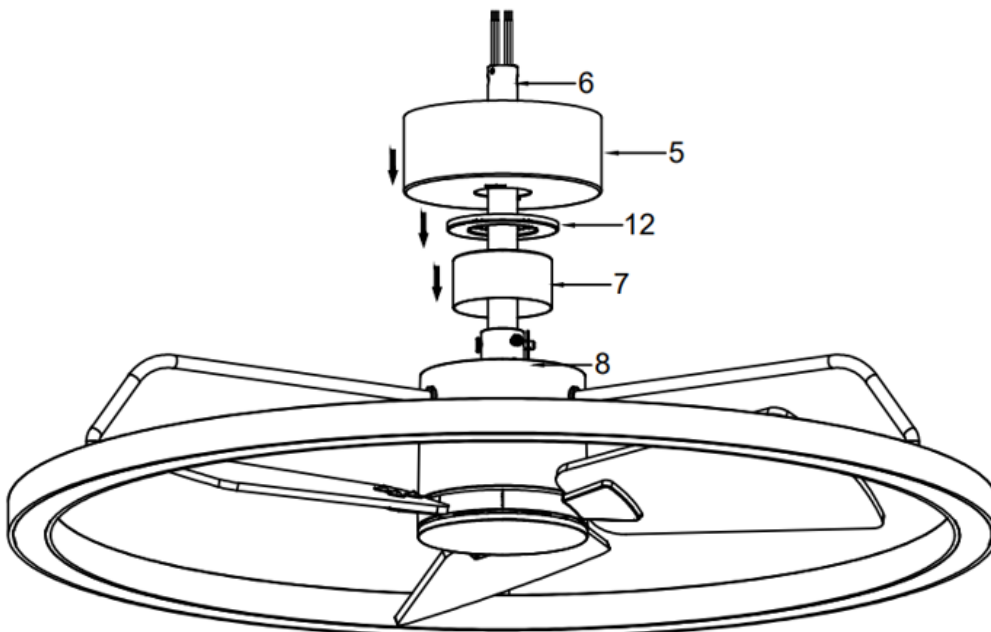
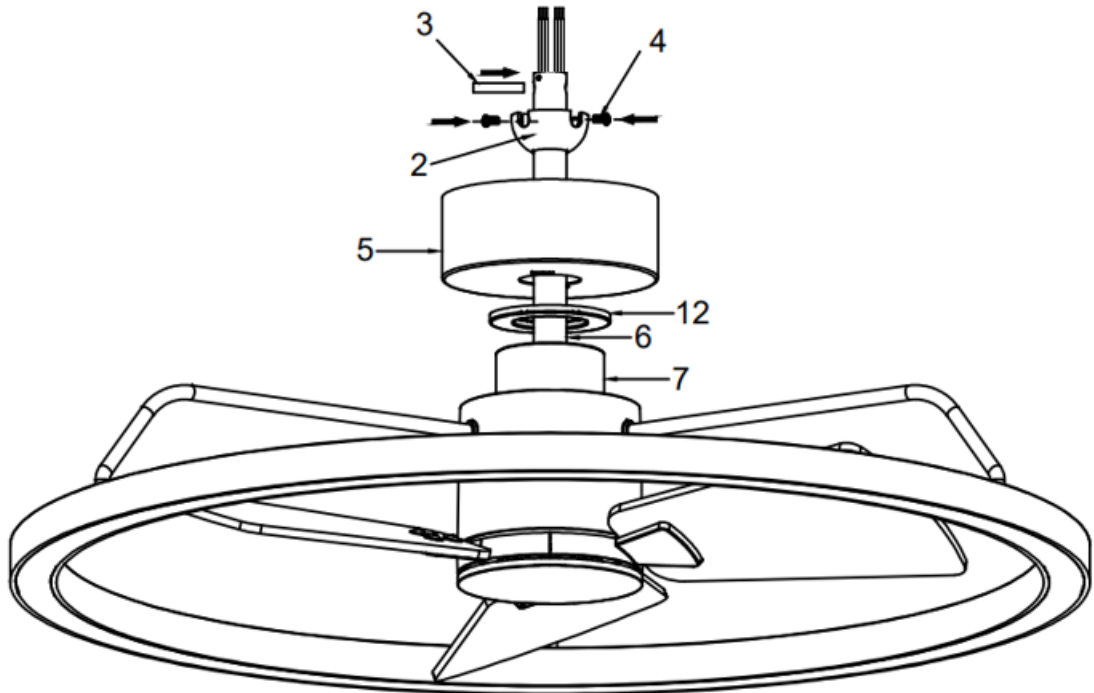

Fig. 6.5
Fig. 6.6
6. Inserte la cubierta del acoplador (7) en la varilla descendente (6) para cubrir el acoplador (8). (Fig. 6.5)
7. Inserte la cubierta (5) y la tapa de la cubierta (12) sobre la varilla descendente (6) e instale la bola de del colgador (2) y el pasador (3) de nuevo en la varilla inferior (6) y fíjelos apretando los tornillos de fijación (4). (Fig. 6.5 y Fig. 6.6)